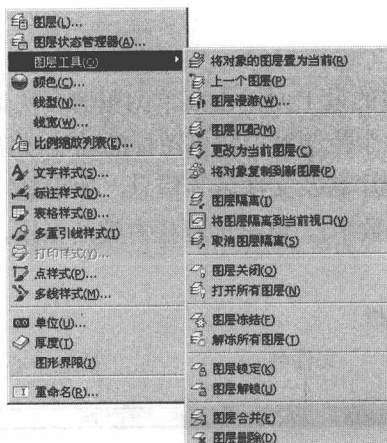

图 1.13 级联菜单
- 级联菜单项：菜单项的后面有黑色三角符号，表示此菜单项还有下一级子菜单，如图 1.13 所示。